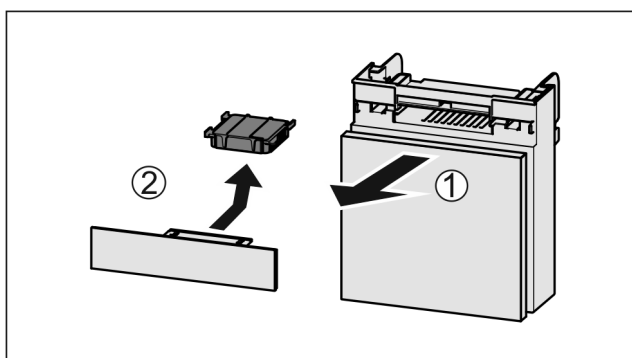

Fig. 148
- ▶ Extrageți Fig. 148 (1) compartimentul către înaintea.
- ▶ Scoateți Fig. 148 (2) filtrul de cărbune activ.